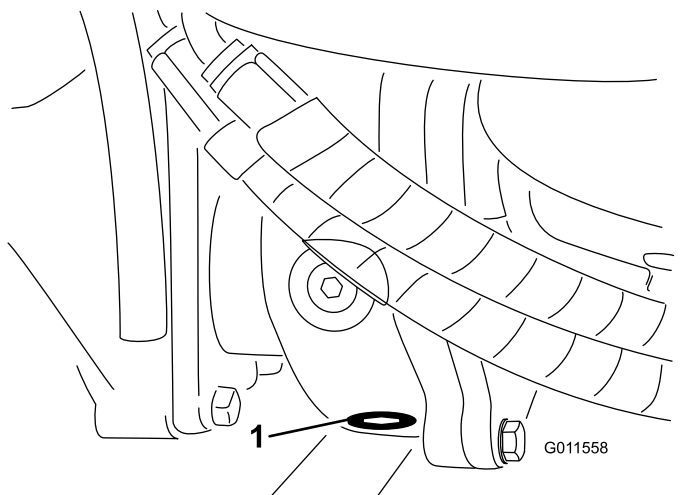

**Figura 86**
2. Pulite attorno ai tre tappi di spurgo, uno per lato ed uno in centro (Figura 86).